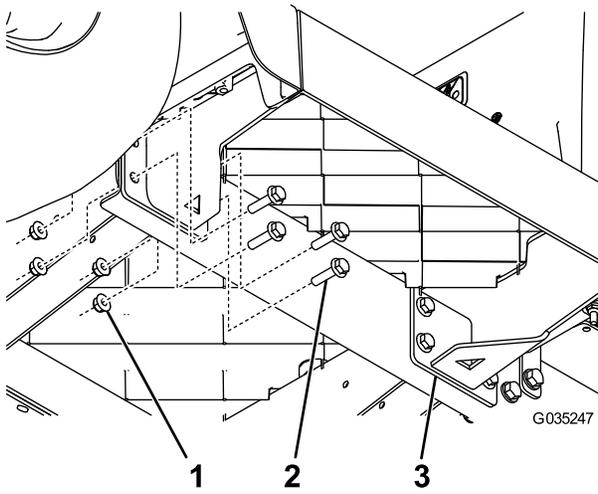

Figure 5
4. Montez un nouveau support de plancher au moyen de 8 boulons à embase (5/16" x 1/4") et 8 écrous à embase (5/16"), comme montré à la Figure 5.
6. Fixez l'autre support de plancher au moyen de 8 boulons à embase (5/16" x 1¼") et 8 écrous à embase (5/16"), comme montré à la Figure 5.